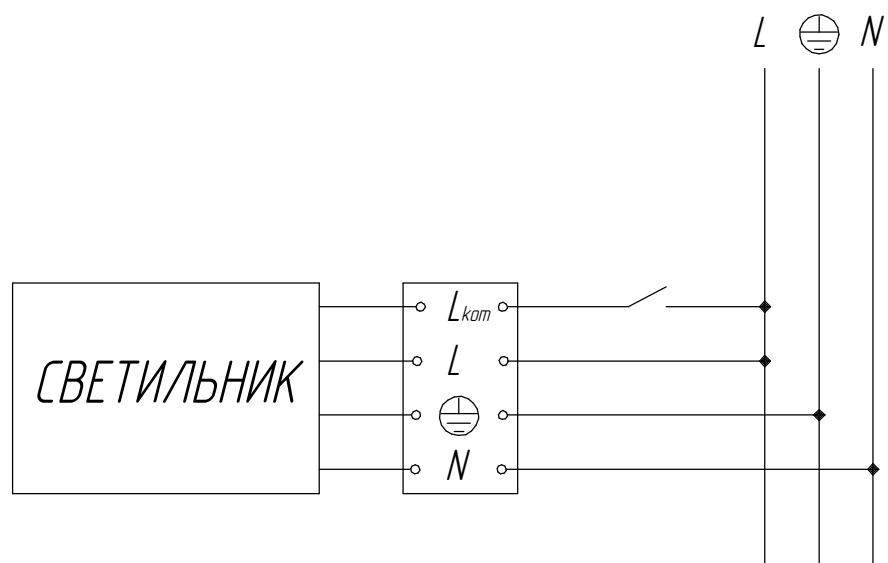

Рисунок 2 - Схема подключения светильника с БАП к сети.
5.5 Присоедините сетевой соединитель к питающему кабелю (см. рисунок 2, 2а, 3). Диаметры присоединяемых проводов 7 - 12 мм.
Рисунок 2а - Схема подключения соединителя 8 светильника с БАП к сети.